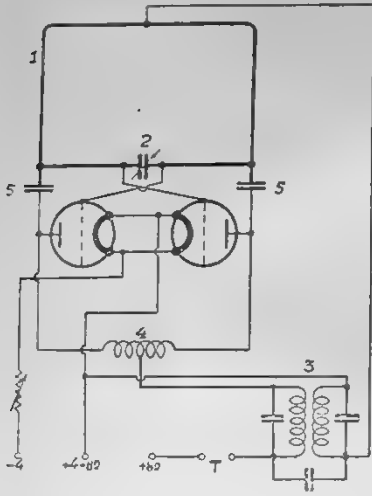

Рис. 1
Практика работы с ультракороткими волнами дает целый ряд схем, вполне пригодных для нашего случая. Для описываемого ниже приемника мы остановились на двухтактной схеме с суперрегенерацией из тех соображений, что суперрегенератор дает более расплывчатую настройку, иными словами, каждая станция слышна на более широком участке шкалы, чем в обычном регенераторе. Принципиальная схема сама по себе не претендует на оригинальность, так как была известна раньше (рис. 1). Две лампы типа Микро или Р-5 (при хорошей амортизации можно смело применять лампы Микро) работают в двухтактной схеме с непосредственной связью анодов с сетками. Колебательный контур состоит из витка (1) и переменного конденсатора (2); связь с лампами осуществляется, как обычно, через разделительные конденсаторы (5). Контур звуковой частоты составлен из катушек (3) и емкостей. Для избежания утечки высокой частоты аноды ламп были работаны для себя (4)